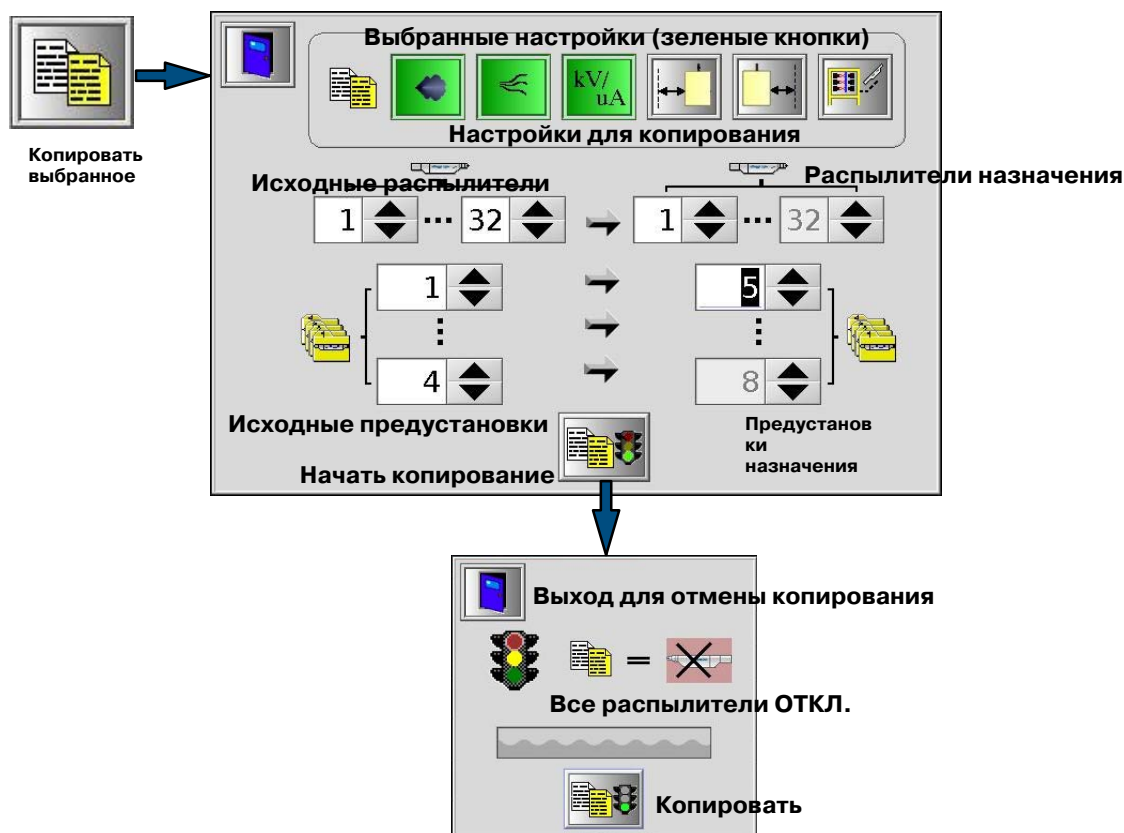

Рис. 4-18 Копировать выбранное – окно управления распылителем
1. См. рис. 4-18. Коснувшись кнопки **Копировать выбранное**, открыть окно копирования выбранного.